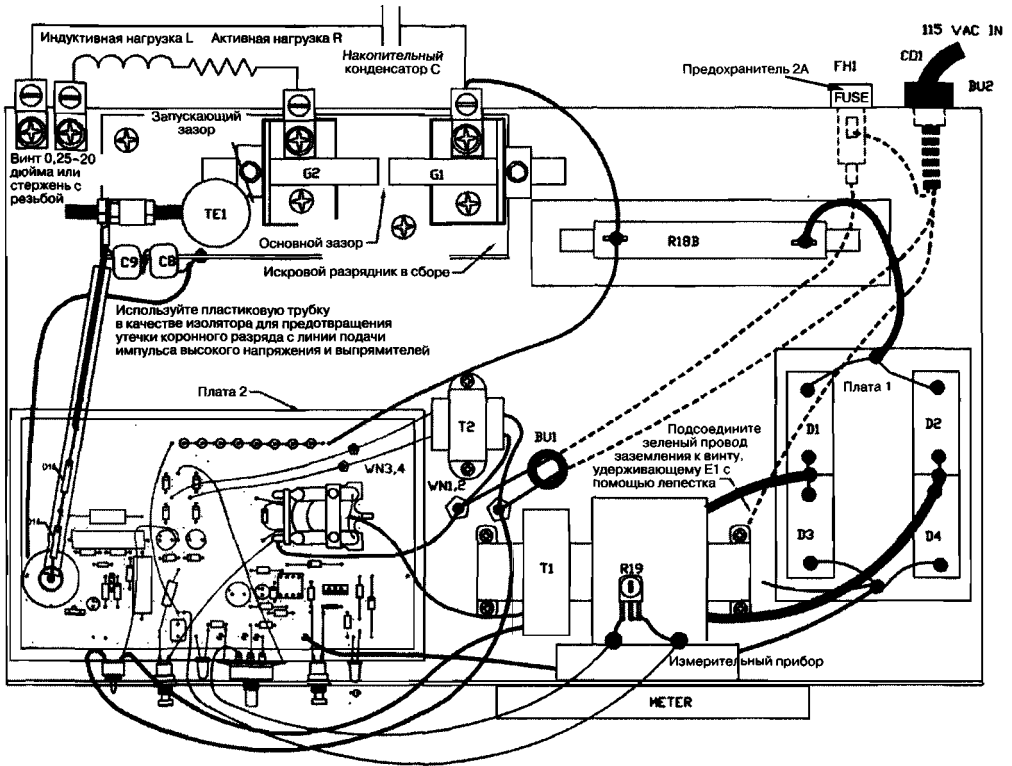

Рис. 3.6. Общий вид устройства в сборе
2. Примерьте контрольную панель и просверлите необходимые отверстия для средств управления, индикаторов и т.д. Обратите внимание на изоляционный материал между шасси и частями устройства, см. на рис. 3.6 часть PLATE1. Этого можно добиться с помощью небольшого количества силиконового клея-герметика RTV с комнатной температурой вулканизации. Просверливайте соответствующие отверстия по мере выполнения работы, проверяя правильность расположения и габаритов.
3. Примерьте остальные части (см. рис. 3.6) и просверлите все необходимые для монтажа и размещения отверстия. Обратите внимание на держатели плавких предохранителей FH1/FS1 и изоляцию шнура входного питания BU2. Они расположены на нижней стороне шасси и показаны пунктирными линиями.
2. Подсоедините конденсатор 30 мкФ, 4 кВ и резистор 5 кОм, 50 Вт в качестве C и R, как показано на рис. 3.6.